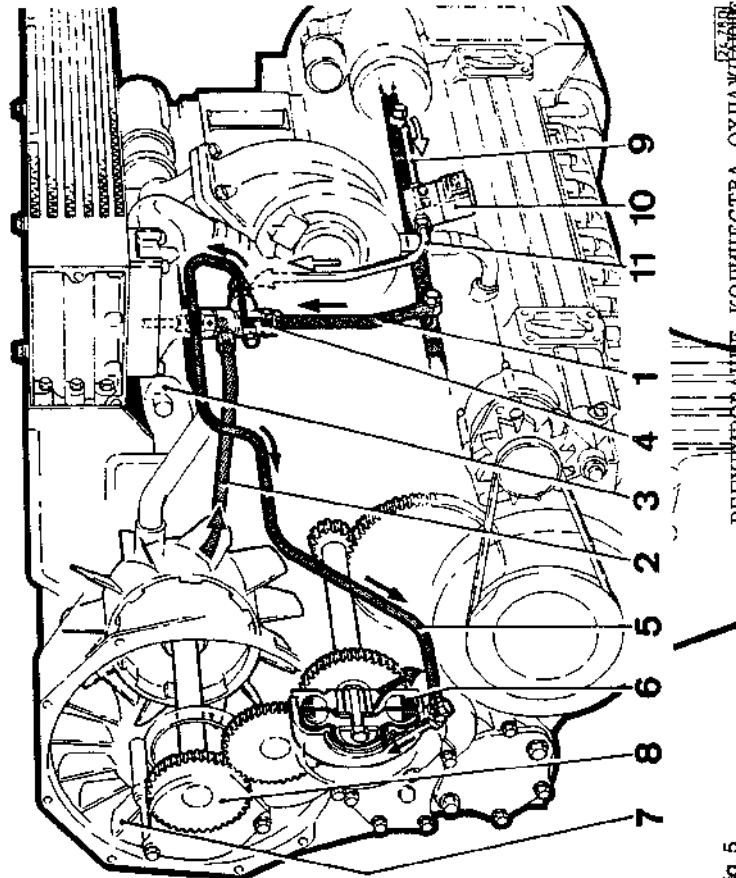

Fig. 5 Kühlluftmengenregelung durch Abgasthermostat (und Magnetventilanbau*)
- Fig. 5 Kühlluftmengenregelung durch Abgasthermostat (und Magnetventilanbau*)